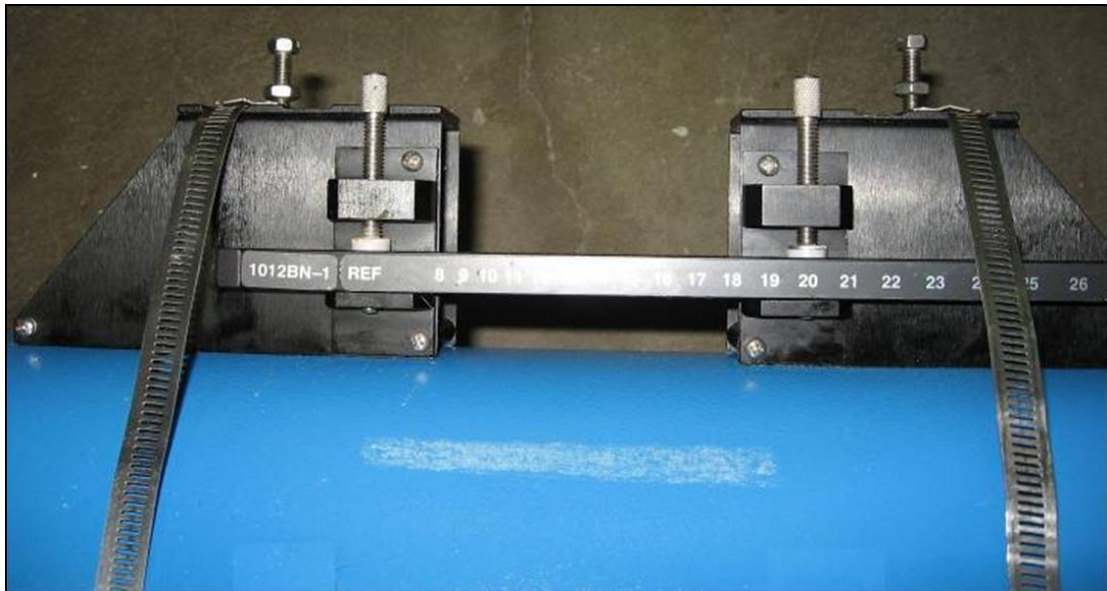

图 20
4) 探头盒安装好的效果如下图 20，下一步就可以安装探头了。